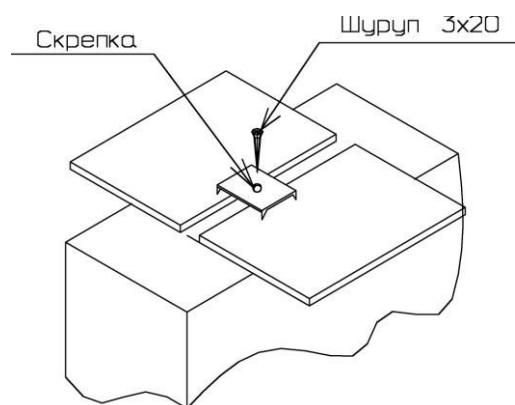
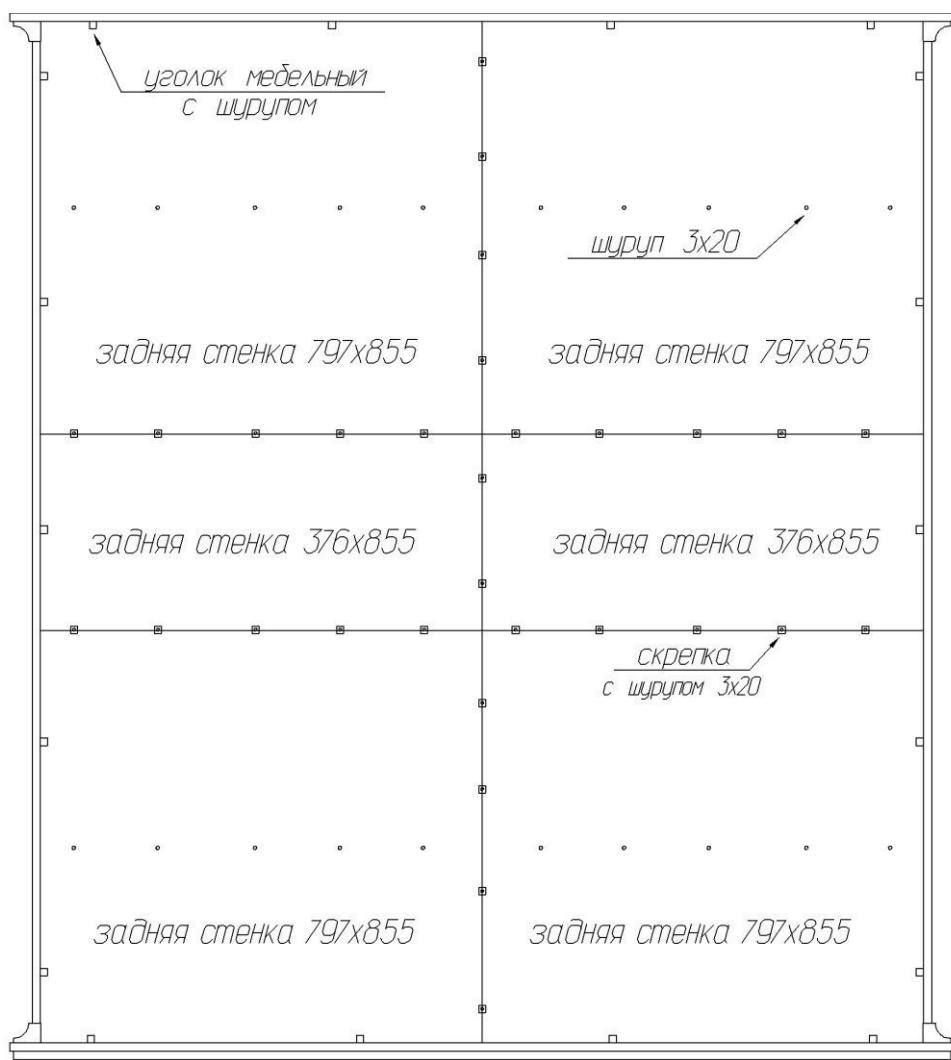

Рис. 2
Рис. 3
2. Установить задние стенки так, чтобы они вошли в пазы боковых стенок и нижнего щита (рис. 3). При помощи эксцентриковых стяжек и шкантов установить верхний щит (43). Затянуть эксцентрики, повернув их на 180 градусов.
3. Собранный корпус проверить на прямоугольность, сравнивая диагонали (их длины должны быть равны). Закрепить задние стенки в месте стыка с помощью шурупов 3x20мм и скрепок (рис.2 и рис.3). Установить мебельные уголки, закрепив их комплектными шурупами (рис.3 и рис.4).
4. Закрепить горизонтальные щиты верхние (39) к профилю верхнего щита саморезами 3,5x25.